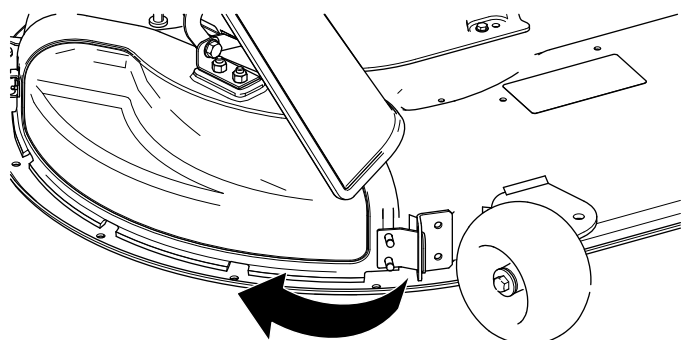

Figura 3
3. Gire la tapa de descarga hacia atrás y hacia la carcasa, hasta que la tapa de descarga está alineada con la carcasa de corte (Figura 3).